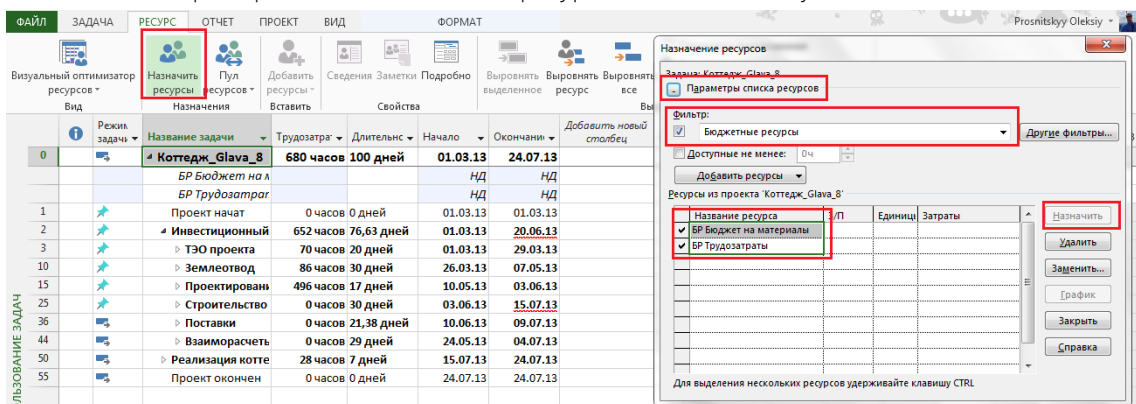

Рисунок 5.65 – Назначение бюджетных ресурсов на суммарную задачу
4. В окне «Назначение ресурсов» раскрыть «Параметры списка ресурсов» и после того, как будет поставлена галочка в области «Фильтр:», можно выбрать фильтр «Бюджетные ресурсы» (см. рисунок 5.65).